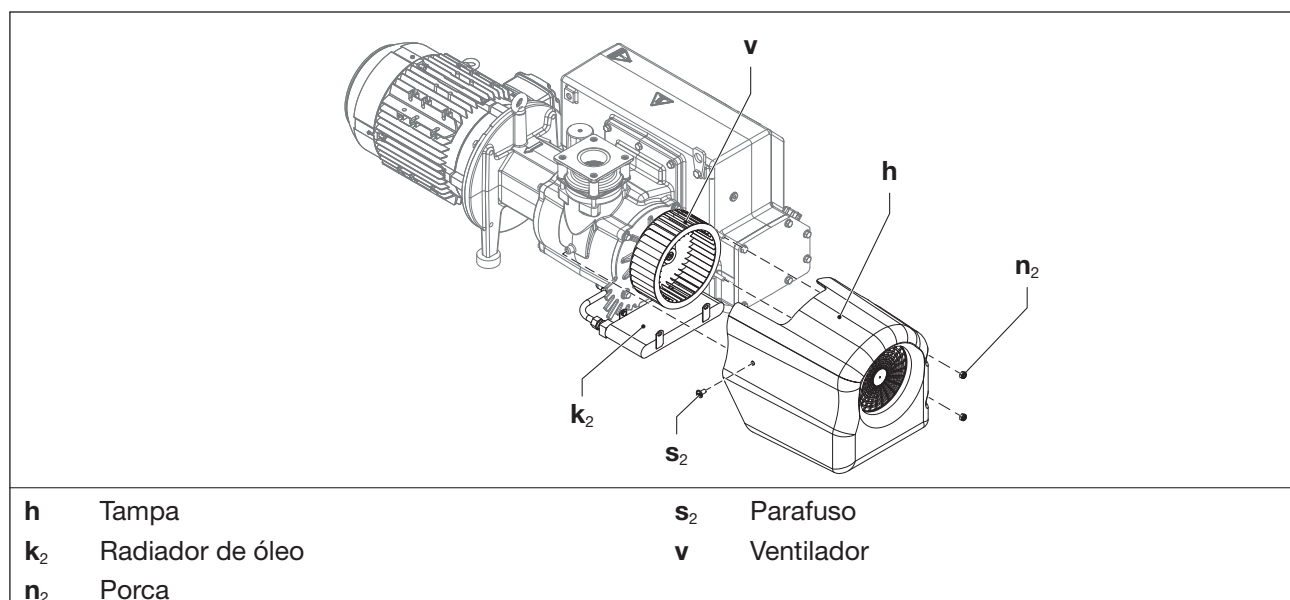

Fig. 9 Radiador de óleo
- b) Soltar um parafuso (Fig. 9/s2) e duas porcas (Fig. 9/n2) na tampa.
- c) Retirar a tampa (Fig. 9/h) da bomba.
- d) Soprar o radiador de óleo (Fig. 9/k2) e limpar a parte externa (limpar com pano úmido).
- e) Limpar/soprar o ventilador (Fig. 9/v) e verificar quanto a danos. Operar a máquina somente com ventilador tecnicamente perfeito.
- f) Limpar/soprar as fendas de ventilação na tampa (Fig. 9/h).
- g) Deslizar a tampa de volta na bomba e fixar com o parafuso (Fig. 9/s2) e as porcas (Fig. 9/n2). Torque de aperto: 5 Nm